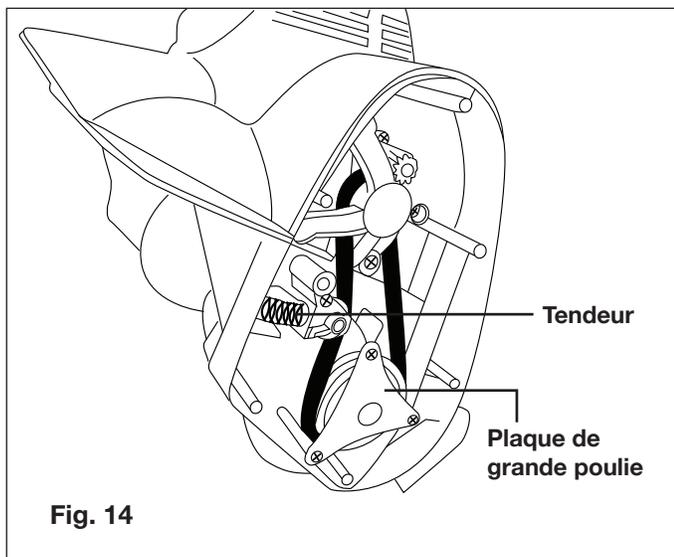

Fig. 14
7. Remettez en place le tendeur. Faites tourner la tarière pour vérifier que la courroie tourne librement, remplacez ensuite le couvercle en l'attachant à l'aide des sept (7) vis (Fig 14 et 15).